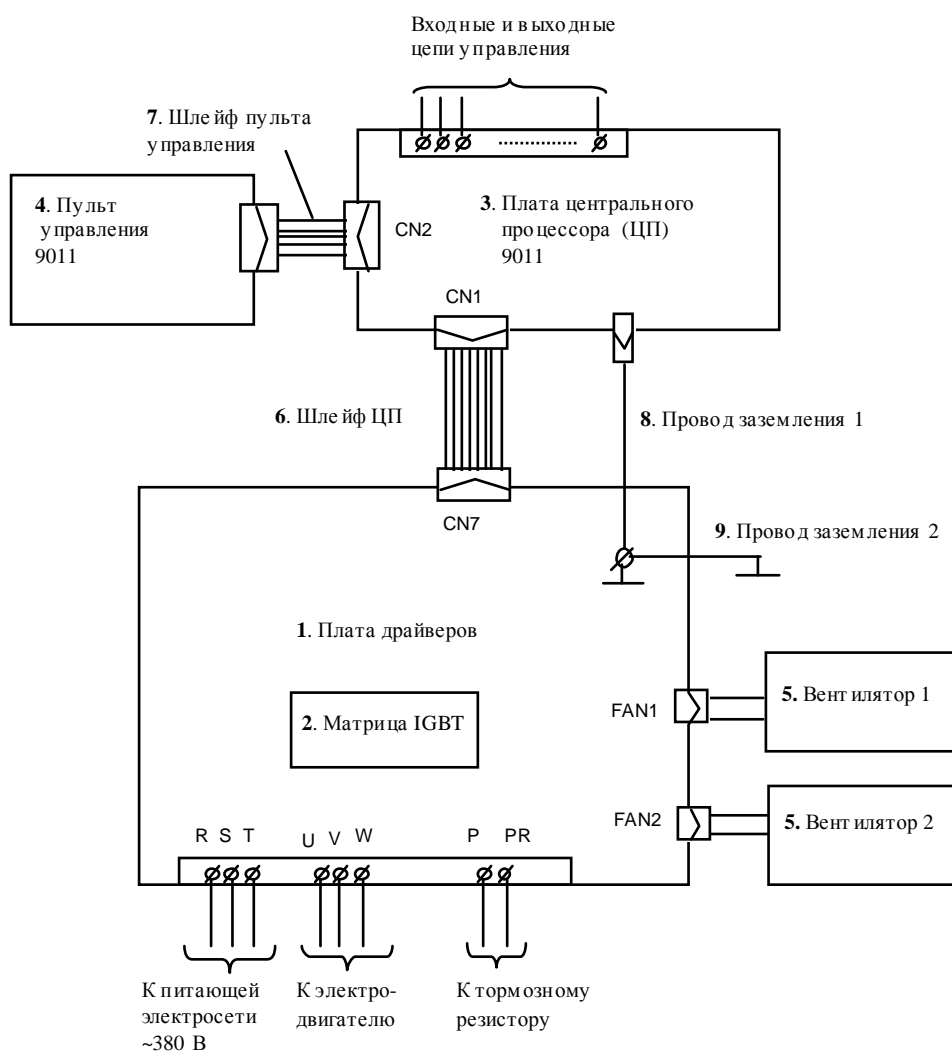

Рис. 4.2. Блок-схема преобразователей частоты EI-9011-001H...007H
4.3. Блок-схема преобразователей частоты EI-9011-001H...007H приведена на рис. 4.2, структурная схема преобразователей - в Приложении 1.
4.4. Фотографии сменных узлов, входящих в состав преобразователей частоты EI-9011-001Н...007Н, приведены в табл. 4.1. (порядковые номера соответствуют рис. 4.2).